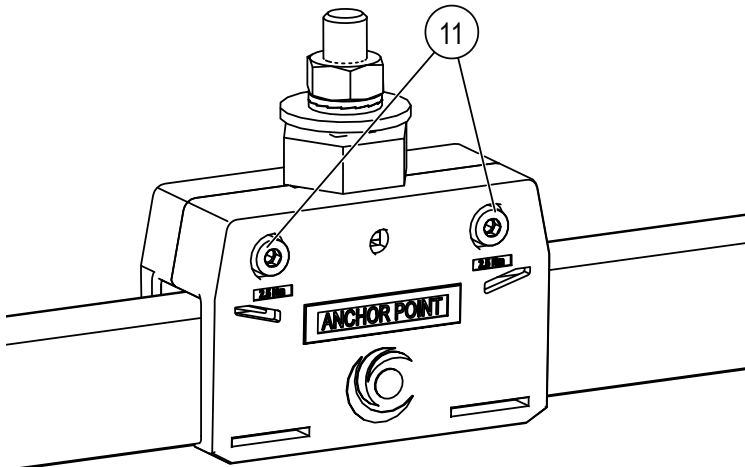

Abb. 29: Zylinderschrauben des Fixpunktes anziehen
- Die vormontierte Zylinderschrauben M4x22 (Pos. 11) mit dem vorgeschriebenen Drehmoment (SW 4, Drehmoment: **2,5 Nm**) anziehen (siehe Abb. 29).